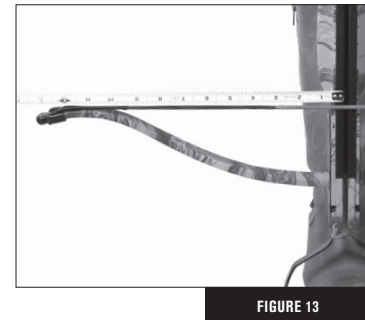

FIGURE 13
- Utilice una cinta métrica para comprobar la distancia desde la punta de la pala donde la cuerda cruza el riel de vuelo. Esta medición debería ser la misma a cada lado (Fig. 13).